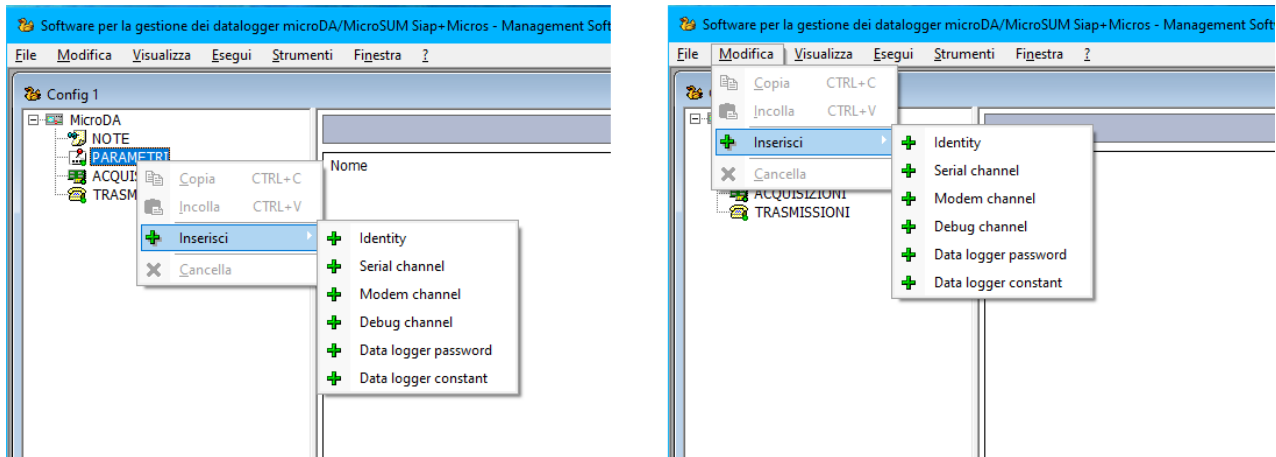
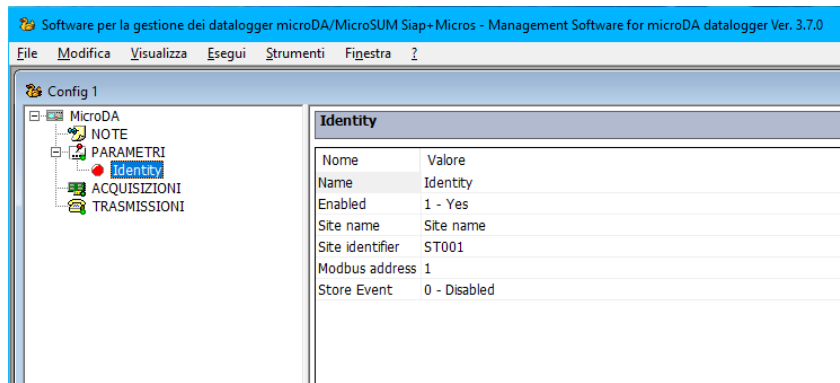

Figura 13.3: inserimento di un voce dalla sezione Parametri.
Figura 13.4: esempio dei campi di configurazione dell'identità del datalogger.
- Dal menù *Modifica* selezionare *Inserisci*, comparirà una lista di tutte le voci disponibili per quella sezione (Figura 13.3 destra).
- In alternativa premere con il tasto destro del mouse sulla sezione e selezionare *Inserisci* (Figura 13.3 sinistra).
Per esempio nella Figura 13.3 viene inserita l'identità del datalogger dalla sezione Parametri. Una volta aggiunta la voce i suoi campi di configurazione verranno elencati sulla finestra accanto dove sarà possibile per l'utente modificarne i valori (Figura 13.4).